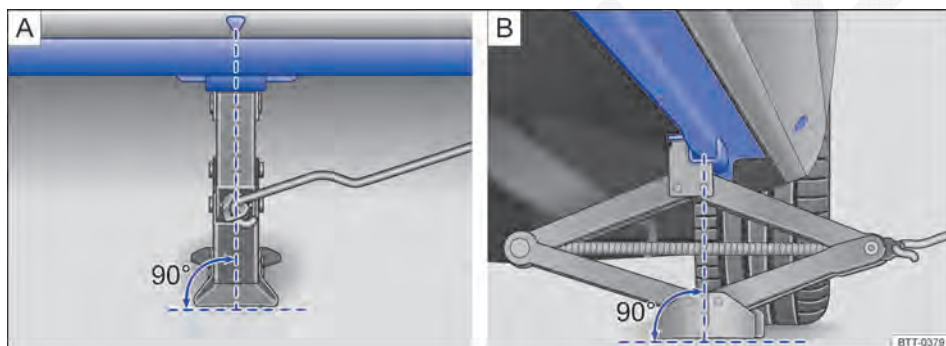

Fig. 242 Colocar o macaco sanfona no lado esquerdo traseiro do veículo.
O macaco somente pode ser posicionado nos pontos de recepção indicados, nas marcação da carroceria ⇒ Fig. 242. É válido o ponto de apoio localizado próximo à roda correspondente ⇒ .
6. Procurar sob o veículo o ponto de recepção do macaco ⇒ Fig. 242 mais próximo da roda a ser trocada.
8. Garantir que a base do macaco, com toda sua superfície, esteja sobre o chão e que a base se encontre perpendicularmente abaixo do ponto de colocação ⇒ Fig. 242.
9. Alinhar o macaco e, simultaneamente, levantar a garra do macaco até ela se encaixar na travessa debaixo do veículo ⇒ Fig. 242.
- Posicionar o macaco somente nos pontos indicados. A garra do macaco deve se encaixar no perfil da longitudinal de forma segura ⇒ Fig. 242.